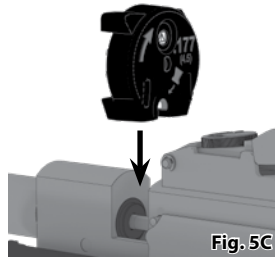

Fig. 5C
2. Con el frente del cargador (Fig. 5A) mirando hacia la culata del rifle de aire, inserte el cargador desde arriba usando la ranura abierta y empujelo hacia abajo en el pestillo del cargador hasta que éste entre en su sitio a presión. (Fig. 5C)